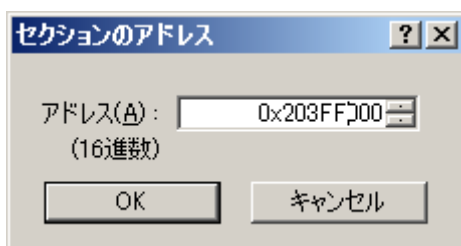

図5.3.13 セクション設定③
- (3) [セクションのアドレス]ダイアログボックスが開きます。図 5.3.13に示すように「アドレス (A)」に"0x203FF000"を入力し、"OK"ボタンをクリックします。